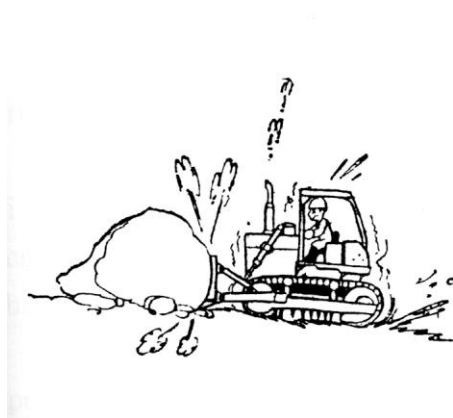

Рис. 3-12.
- g) На склоне управляйте агрегатом параллельно направлению склона. Не двигайтесь поперек склона. На склоне держите агрегат по направлению к вершине склона (Рис. 3-12~13).